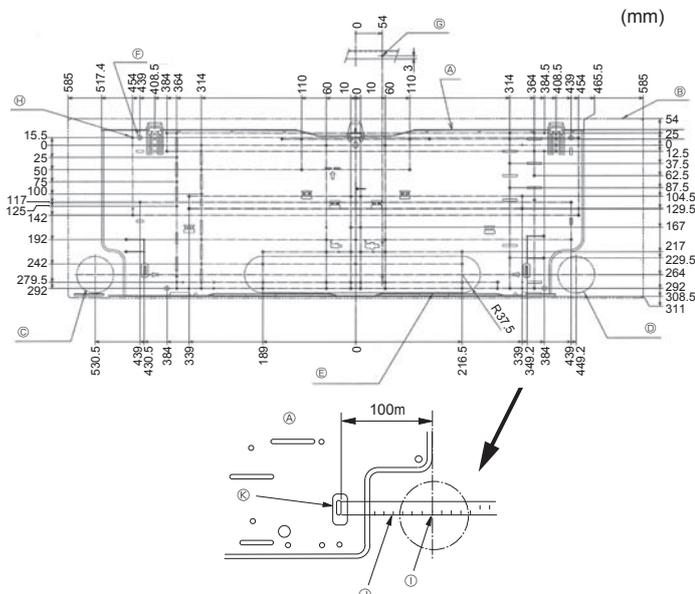

Fig. 3-2
①	Montageplatte	1	Hinten am Gerät anbringen
②	Blechschraube 4 x 25	7
③	Filzband	2
④	L-förmiges Anschlussrohr	1
⑤	Auffüllmutter	1
⑥	Schnurlose Fernbedienung	1
⑦	Fernbedienungshalter	1
⑧	Alkali-Batterien (Typ AAA)	2
⑨	Blechschraube 3,5 x 16	2
⑩	Distanzstück	1	Verpackungsmaterial verwenden
3.2. Anbringung der Wandbefestigungen (Fig. 3-2)